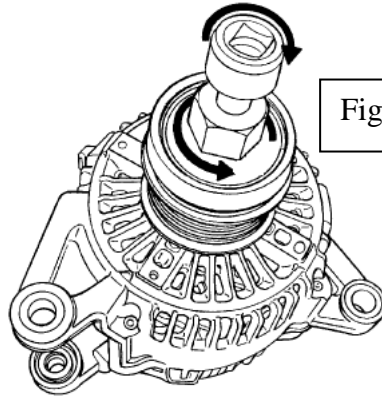

Figure 2
6. To remove the OAD, simply rotate the alternator shaft counter clockwise while holding the OAD shaft stationary with the proper tool. Figure 2.
6. Pour enlever le découpleur d'alternateur en roue libre, faire simplement pivoter l'arbre d'alternateur en sens antihoraire tout en tenant l'arbre du découpleur stationnaire au moyen de l'outil adéquat. Figure 2